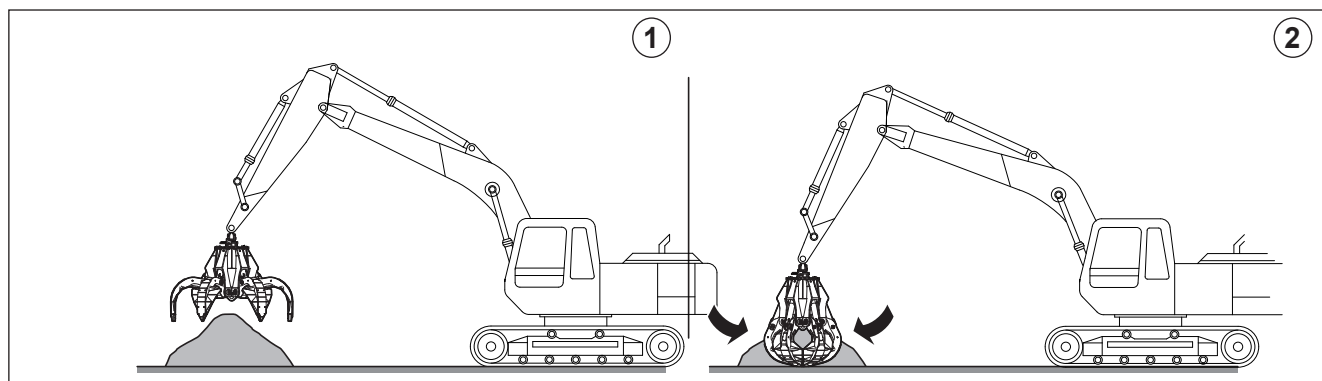

Рис. 7
2. Закройте оборудование с помощью команды «Заккрыть» (рис. 7).